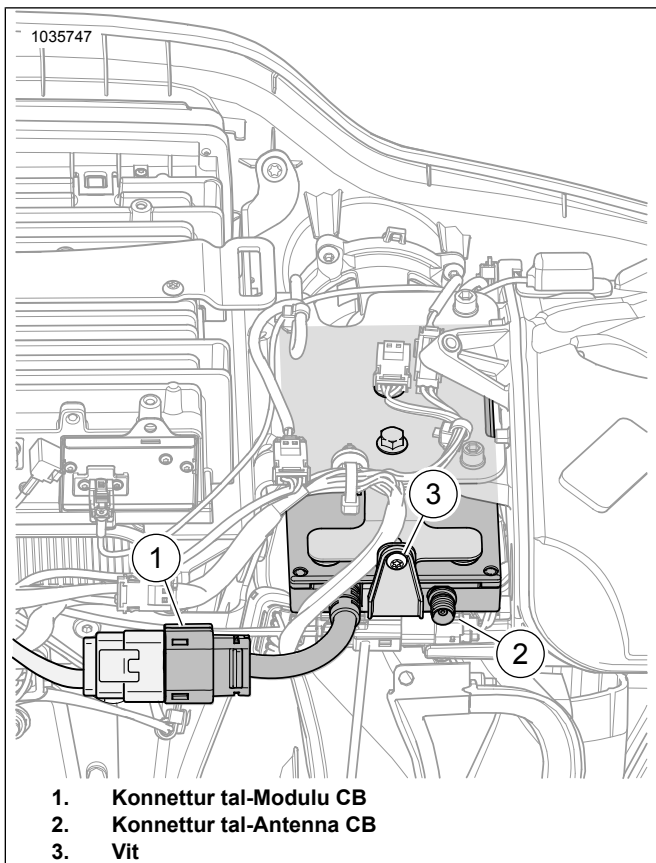

Figura 5. Konnetturi tal-Irbit ta' Sikurezza tal-Fairing tan-Naħa ta' Ġewwa
6. Ara Figura 5 . Ikkonnettja l-hawsing tas-sokit bi 12-il post mas-CB [184] (1).